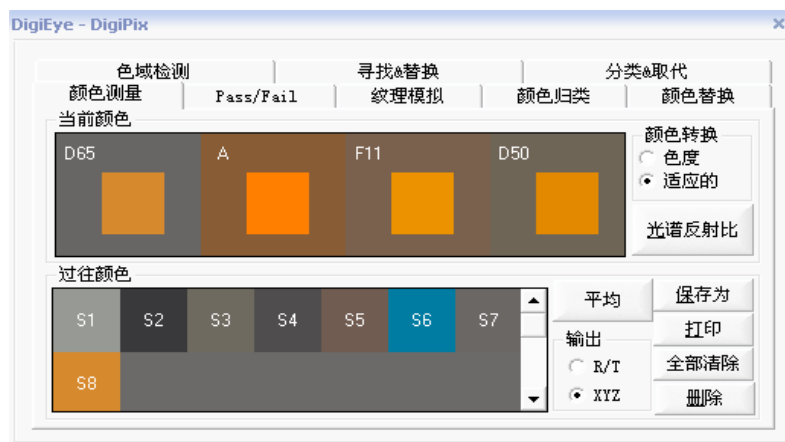

图 1
1. 打开 DigiPix 窗口，选择一个取色工具取色，颜色即显示在当前颜色中，“过往颜色”显示选择过的所有颜色（图 1），“平均”可以把最近选择好的颜色作为平均颜色存储数据，点保存为可以保存颜色的 QTX 文档。选其中一个颜色，点“光谱反射比”，显示该颜色的光谱反射率曲线和数据（图 2），点“保存”后出现色样存储窗口，对色样命名后可以直接把颜色数据存入固定的色样组中（图 3）。